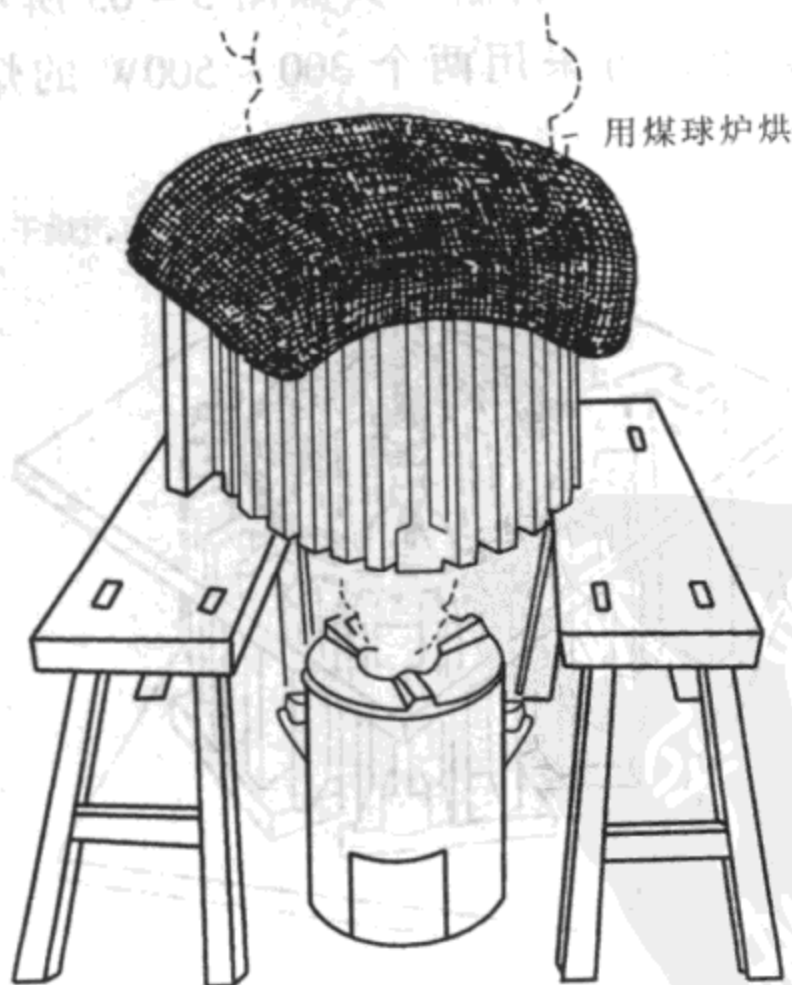

图 3-64 煤球炉烘干电动机示意图
2) 煤炉烘干法。用煤炉烘干线圈时，要把电动机如图 3-64 所示安放好，在电动机下端用煤炉加温（如果浸漆后焙烘，在煤炉上要加放一块铁板，以防漆滴入炉内引起燃烧。等到漆膜形成，铁板就可拿开）。电动机的上端要覆盖旧麻袋。为了使线圈加热均匀，在焙烘到一半时间后要把电动机翻过来再烘。